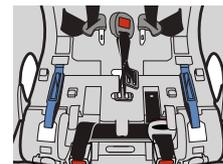
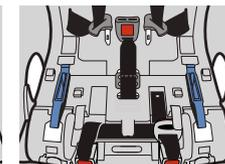

Figure 97
Figure 98
- Prenez la partie la plus longue de la sangle d'entrejambe et insérez-la dans la fente de la sangle d'entrejambe extérieure, tel qu'illustré dans la **Figure 97**. Assurez-vous que le bouton de déverrouillage rouge de la boucle fait face à l'extérieur du siège, tel qu'illustré dans la **Figure 98**.